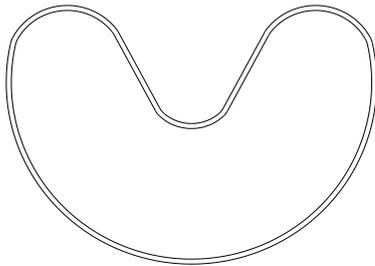

Bild 20: Montage von Dichtung und Abstreifer
- Setzen Sie neue Dichtungen (Bauteil 1.10) und Abstreifer (Bauteil 1.9) in den Sattel ein. Hierzu können die Bauteile herzförmig geformt werden (siehe Bild 20).